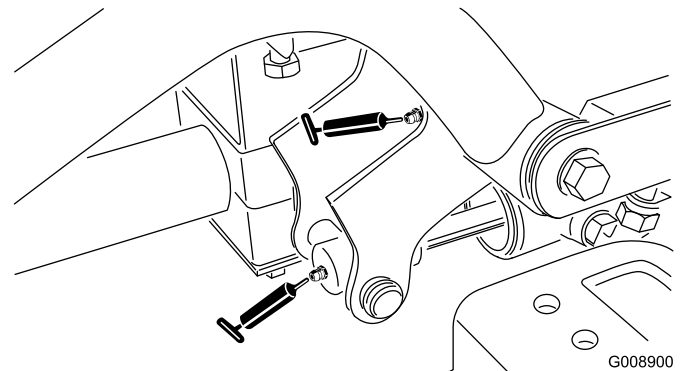

Figura 56
- Perno del braccio di sollevamento destro anteriore e cilindro di sollevamento (2) (Figura 56)